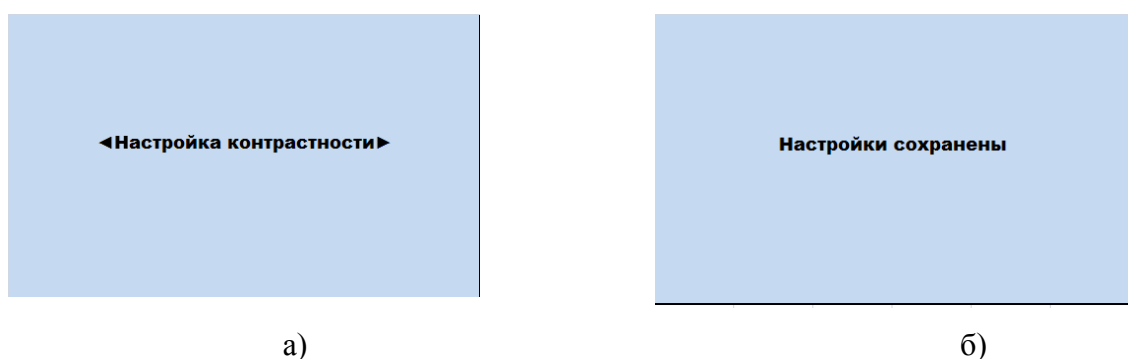
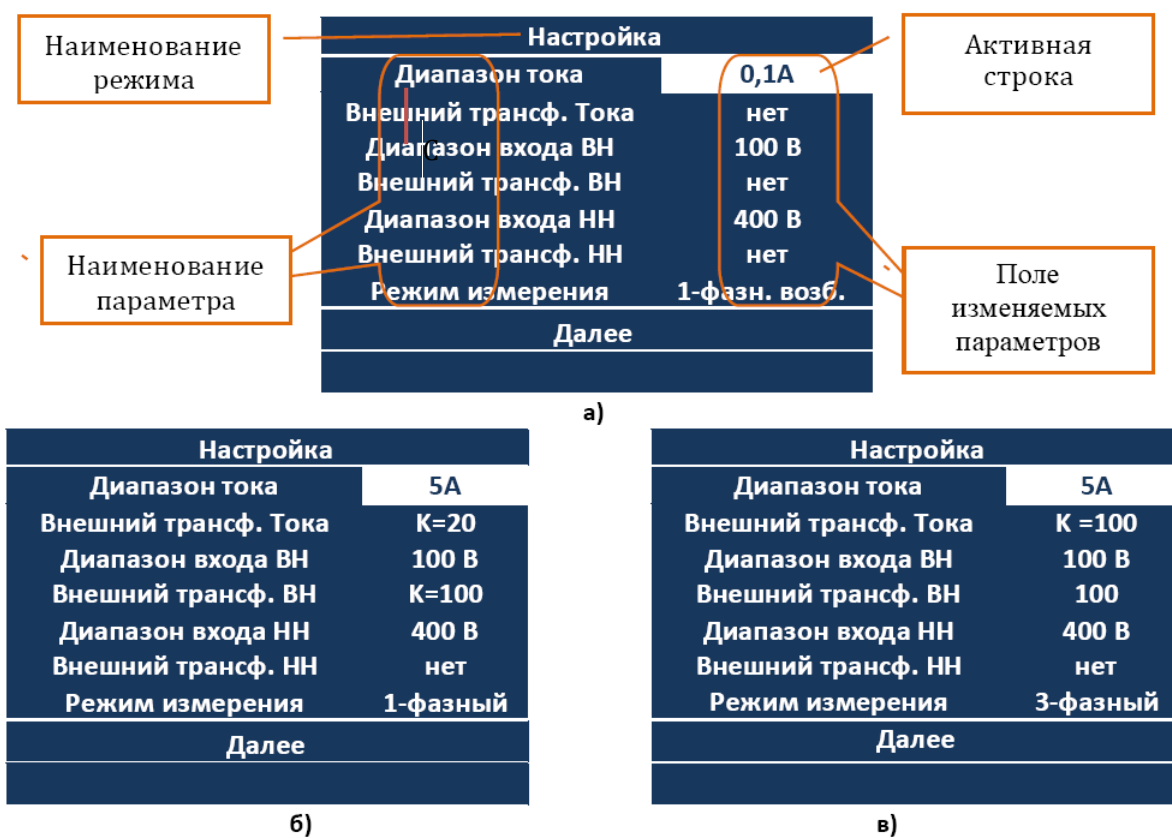

Рисунок 5.2
Рисунок 5.3
5.2 В случае неудовлетворительного качества изображения на индикаторе, следует нажать кнопку «ВЫХОД» 12 (рисунок 1.1) и кнопками «▶», «◀» добиться удовлетворительного для восприятия изображения (рисунок 5.2а). Нажатие кнопки «СОХР.» позволит сохранить сделанные настройки (рисунок 5.2б) и через несколько секунд на индикатор выводится основное меню настроек (рисунок 5.3).
5.2.1 Меню настройки измерителя, рисунок 5.3, содержит следующие пункты, см.табл.1. Конкретное значение числовых полей может отличаться от приведенных, т.к. параметры настроек в Вашем измерителе могут быть иными и они сохраняются до следующего изменения (например варианты на рисунке 5.3а, б ,в).
Проверьте соответствие настроек требуемым. В случае необходимости внесите изменения. С помощью кнопок «▲», «▼» выполняется перемещение по строкам. Активная строка (рисунок 5.3а) инверсно отображается в поле изменяемых параметров. Кнопками «▶», «◀» произвести необходимую настройку выбранного параметра измерителя в пределах показанных в табл.2. Нажатие кнопки «ВЫБОР» завершает ввод и возвращает к режиму выбора параметра. Для сохранения всех сделанных изменений нажмите кнопку «СОХР».